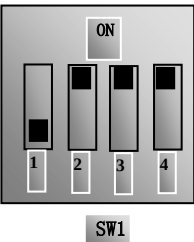

图 5-11
- (6) 对于 E2000-C 系列 37kW 及以上功率变频器控制端子排附近有一个四位红色拨码开关 SW1，如图 5-11 所示。拨码开关选择模拟量输入端子 AI1、AI2 输入范围 (0~5V/0~10V/0~20mA)；通过 F203 选择输入通道。出厂时拨码开关的位置如图 5-11，即 AI1 为 0~10V 输入，AI2 为 0~20mA 输入；其它拨码开关的位置与调速方式详见下表 5-3。